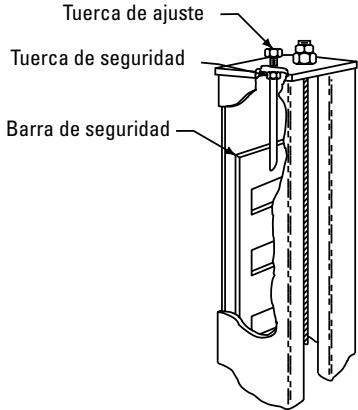
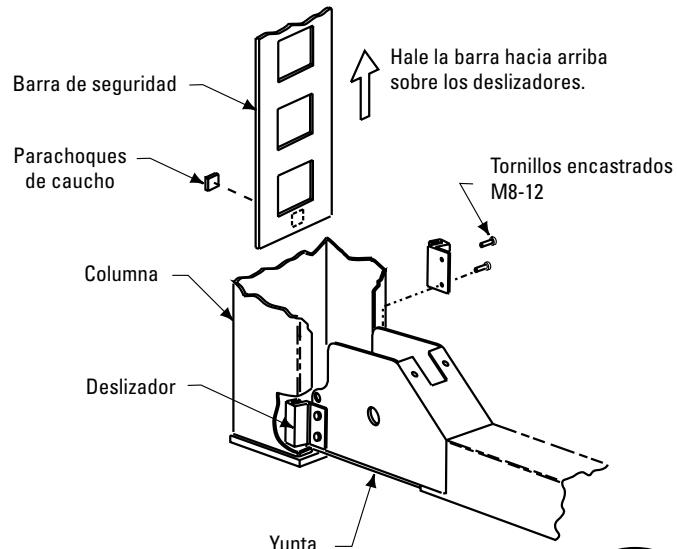

Fig. 5
Fig. 7
- C. Enrosque la contratuercia en el espárrago roscado tanto como sea posible. Pegue el tope de goma en la parte inferior de la barra de fijación, consulte la Fig. 7. Coloque la barra de fijación en la parte trasera de la columna, Fig. 5.
- E. Introduzca el extremo del yugo dentro de la columna, dejando expuestos los agujeros de las tuercas del deslizador, Fig. 7. A continuación fije con pernos los deslizadores en cada lado del extremo del yugo con tornillos encastrados M8-12. Cuando ambos deslizadores estén fijados, empuje la columna hacia el extremo del yugo hasta que los deslizadores toquen la barra de fijación.